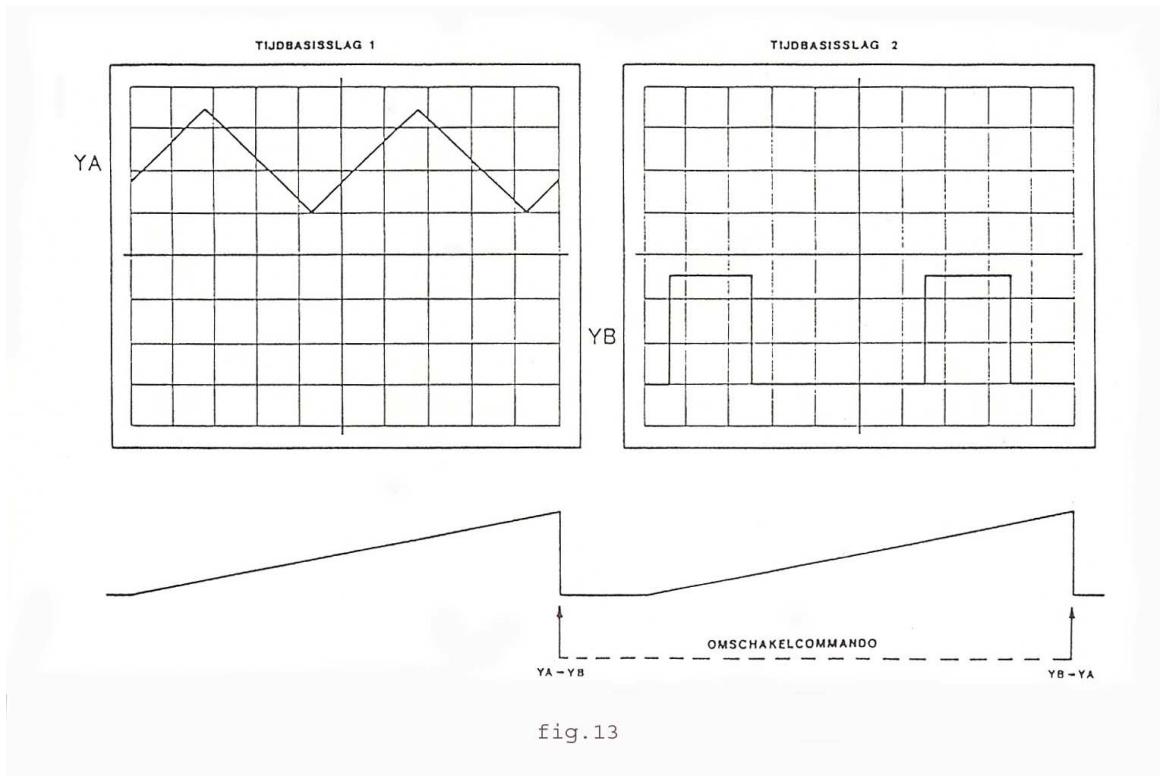

fig.13
ad. a: Alternierend schakelen wil zeggen dat eerst het signaal van kanaal 1 (YA) volledig wordt uitgeschreven en daarna dat van kanaal 2 (YB). Dus de elektronische schakelaar schakelt pas om nadat de voorgaande beeldlijn is voltooid (fig. 13).